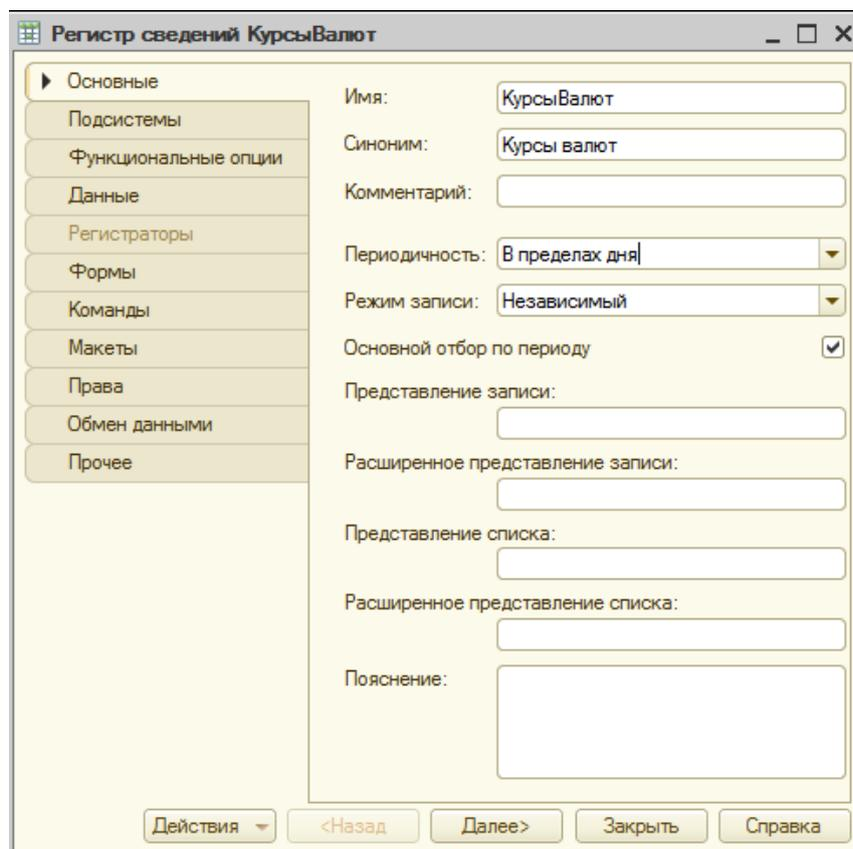

Рисунок 18.1- Создание регистра сведений
2. Создадим новый регистр сведений **Курсы Валют**, установим его периодичность – В пределах дня, рисунок 18.1.